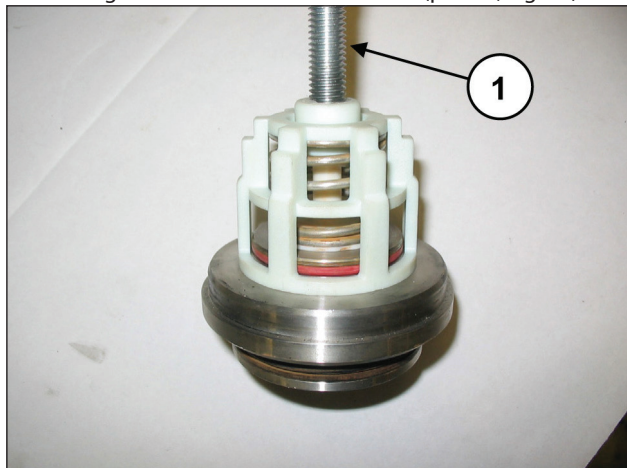

Fig. 97
Smontare i gruppi valvola di aspirazione e mandata avvitando una vite M10 in modo da premere sulla guida interna ed estrarre il guida valvola dalla sede valvola (pos. ①, Fig. 97).